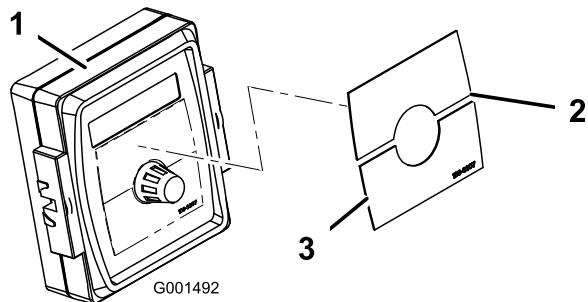

Figure 4
- Apposez l'autocollant Spray Pro sur le moniteur (Figure 4).